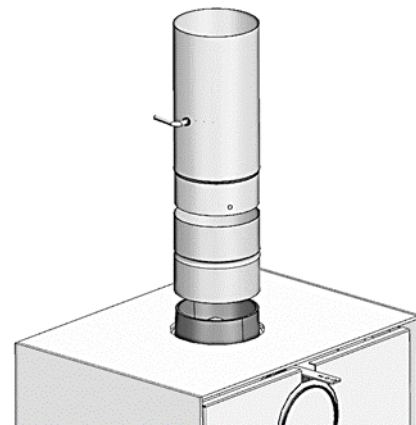

Fig. 12.- Ejemplo de instalación de regulador de tiro directo
- Si dispone, además, de la regulación de tiro (opcional – Fig. 12) colóquelo en posición abierta.